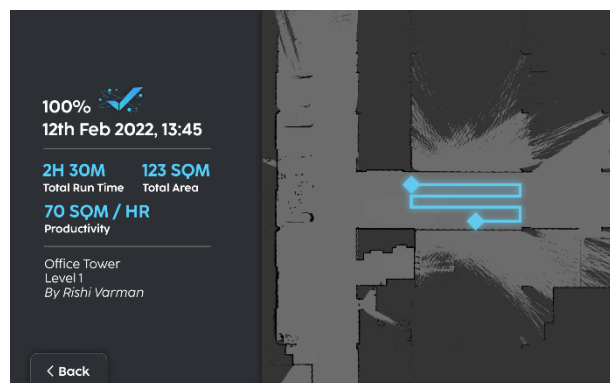

Fig. 11
10. Un rapport de nettoyage est établi après le nettoyage d'une zone (Fig 11).